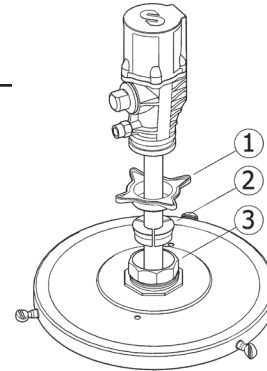

Fig. 2
Las bombas deben acoplarse a los bidones mediante tapas que dispongan de rosca 2" BSP H. Afloje la tuerca en estrella (1) del adaptador para extraer la parte inferior del mismo (3) y rosclarla en el brocal de 2" de la tapa. Coloque la tuerca en estrella (1) y las tres mordazas (2) del adaptador en el tubo, introduzca la bomba por el brocal y apriete el conjunto a la altura deseada (fig. 2). Fije posteriormente la tapa al bidón.